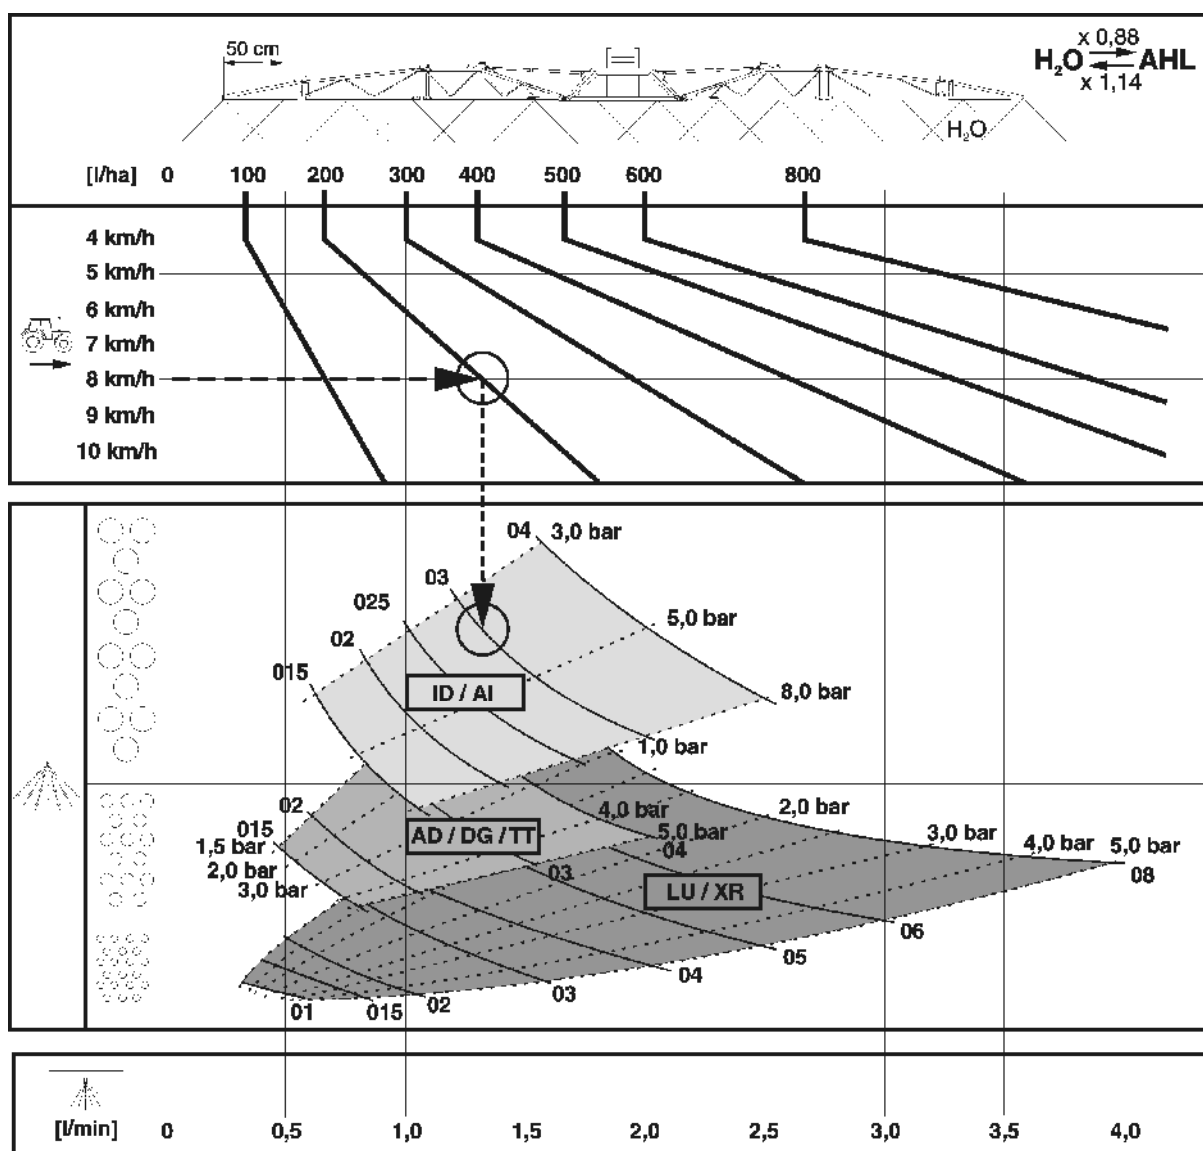

Fig. 182
- Tous les débits en [l/ha] figurant dans les tableaux sont obtenus avec de l'eau. Pour les apports de solutions ammoniacales (AHL), multipliez les valeurs fournies par 0,88 et pour les solutions nitrophosphatées (NP) par 0,85.
- La Fig. 182 permet de sélectionner le type de buse approprié. Le type de buse est déterminé par